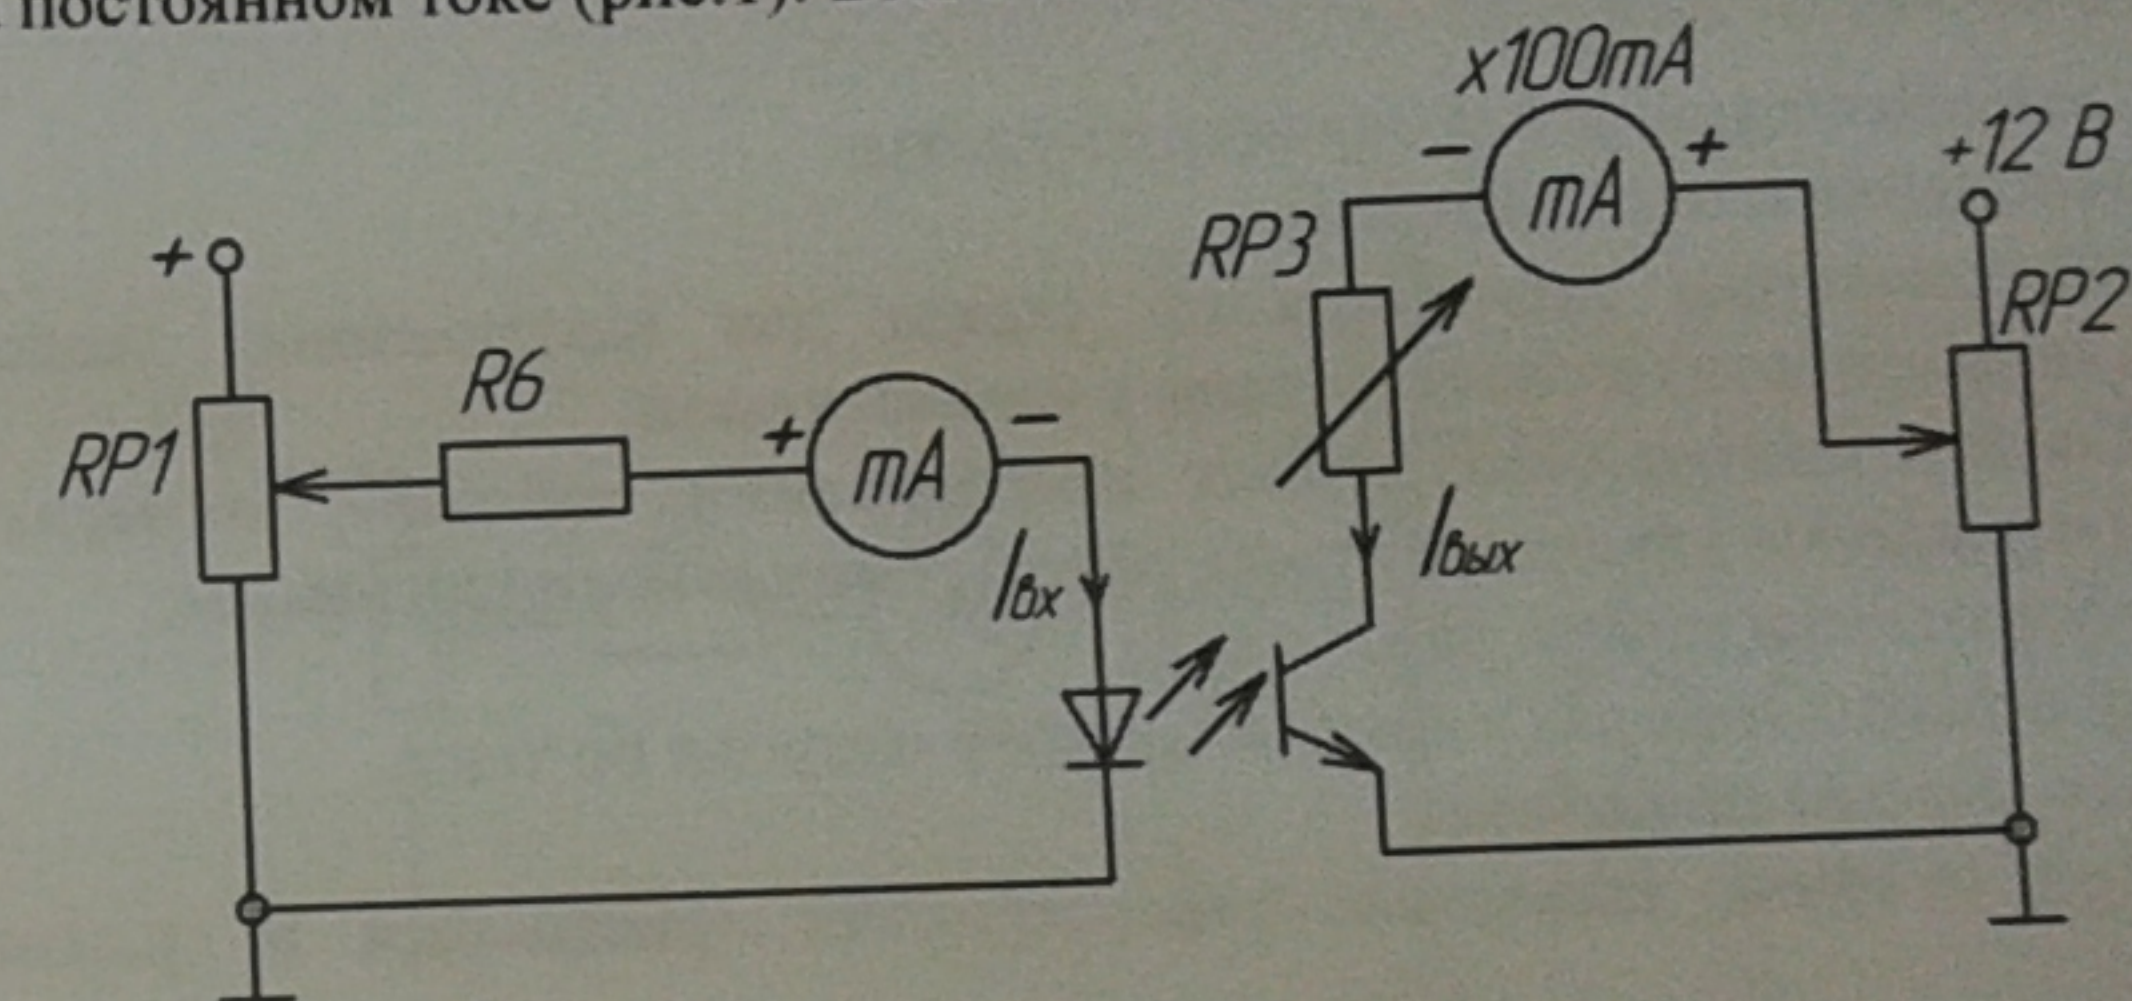

Рис. 1
- а) собрать схему для снятия передаточной характеристики транзисторного оптрона на постоянном токе (рис.1). Включить стенд;